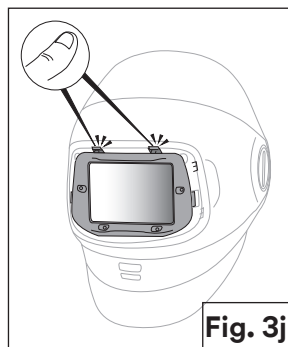

Fig. 3j
- g. Por último, vuelva a instalar el marco exterior del ADF enganchándolo a la izquierda (mirando hacia el casco para soldar) y empujelo firmemente en su lugar a la derecha, nuevamente hasta que escuche un “clic”. (Fig. 3j).